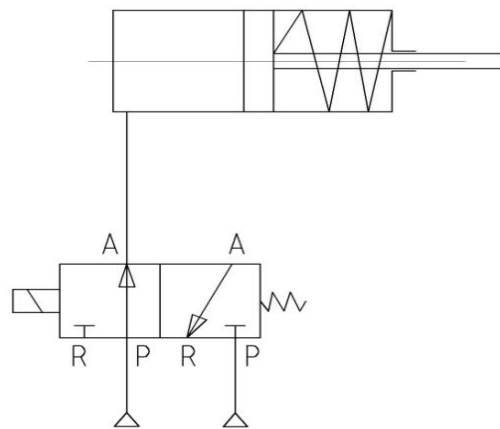

图14
- 工作状态：电磁阀得电，电磁阀P口与A口通，气源由A口进入气缸，气缸活塞右移，见图14；